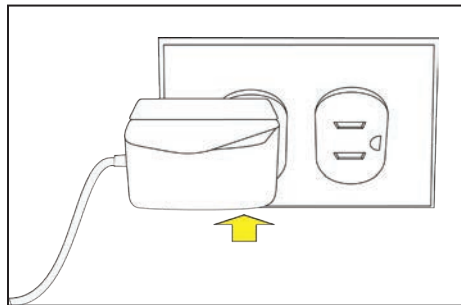

Figura 15. Enchufando el adaptador ca a una toma de corriente de pared.
PASO 4. Enchufe el adaptador ca a una toma de corriente de pared. Ver Figura 15.